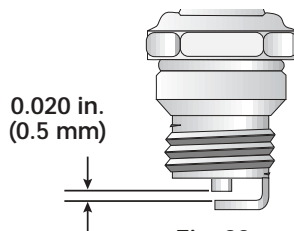

Fig. 32
3. Cambie las bujías que estén rajadas, sucias o deterioradas. Fije la separación de aire a **0,5 mm (0,020 pulgadas)** utilizando un calibrador (Fig. 32).